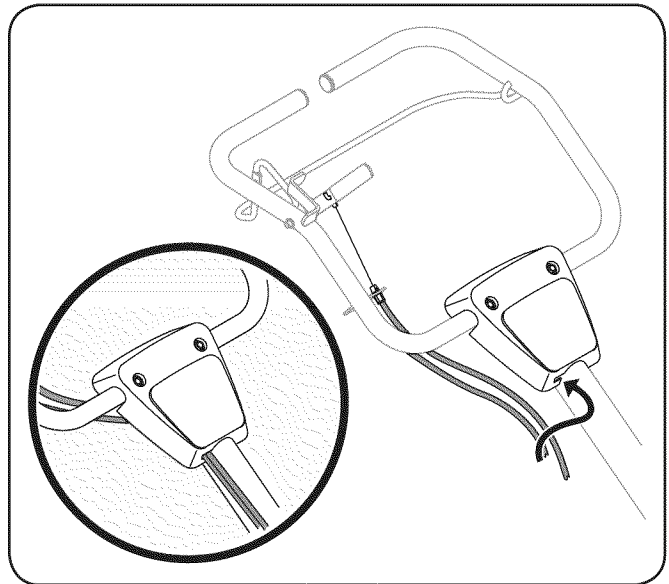

Figura 3-4
- Clip de los cables en las guías de cable situado en el mango del panel de montaje como se ve en la figura. 3-4.